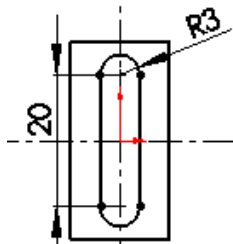
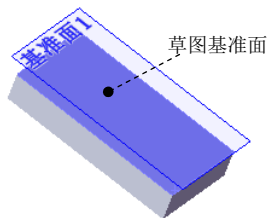

图 7.7.5 草图 2
图 7.7.6 基准面 1
Step3. 创建图 7.7.5 所示的草图 2。选择下拉菜单 **插入(I)** → **草图绘制** 命令；选取图 7.7.6 所示模型上的面为草图基准面，绘制图 7.7.5 所示的草图。
Step4. 创建图 7.7.6 所示的基准面 1（注：具体参数和操作参见随书光盘）。